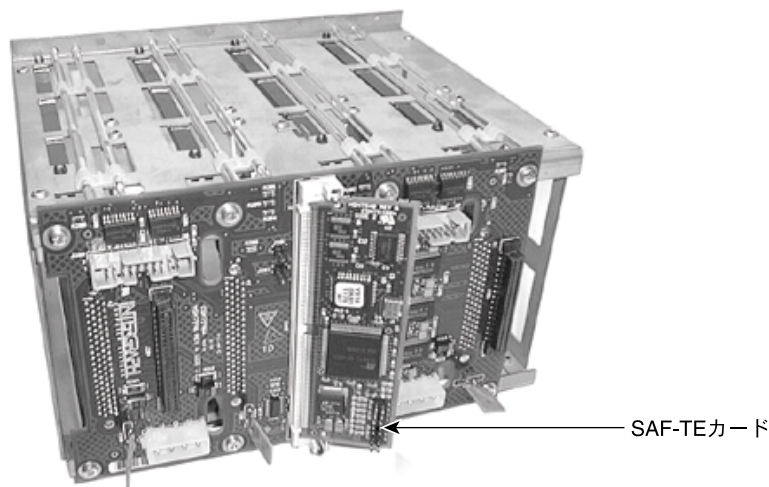

図9-12 SAF-TE カード
2. ディスクドライブケージの背面の中央にある SAF-TE カードを見つけます。図9-12を参照してください。